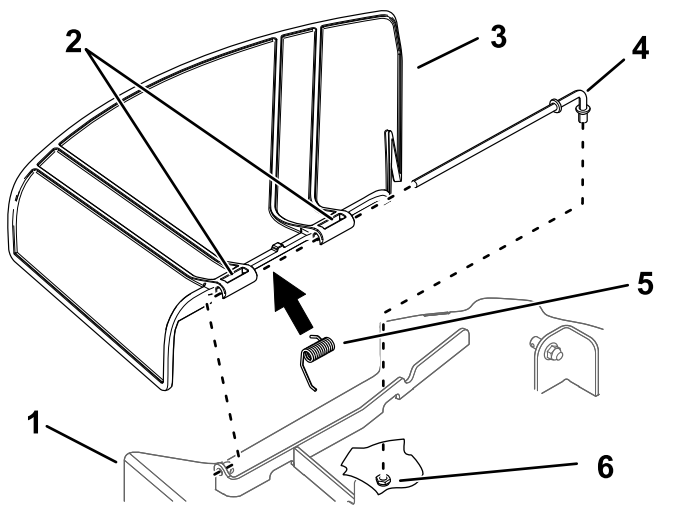

Figure 78
1. Retirez l'écrou ($\frac{3}{8}$ ") de la tige, sous le plateau de coupe (Figure 78).
- Sortez la tige du support du plateau, du ressort et du déflecteur d'herbe (Figure 78).
- Montez le nouveau déflecteur d'herbe (Figure 78).
- Insérez la tige dans le second pivot du déflecteur d'herbe (Figure 78).
- Fixez l'extrémité arrière de la tige dans le plateau de coupe à l'aide d'un écrou (3/8"), comme montré à la Figure 78.